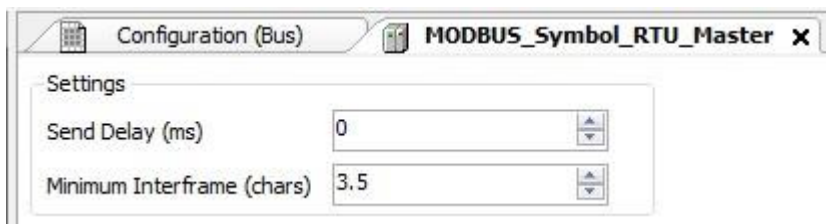

Рисунок 56: Экран конфигурации ведущего устройства MODBUS RTU
- Настройте общие параметры протокола MODBUS Master, такие как: время задержки передачи и минимальный интерфрейм, как показано на рис. 56.